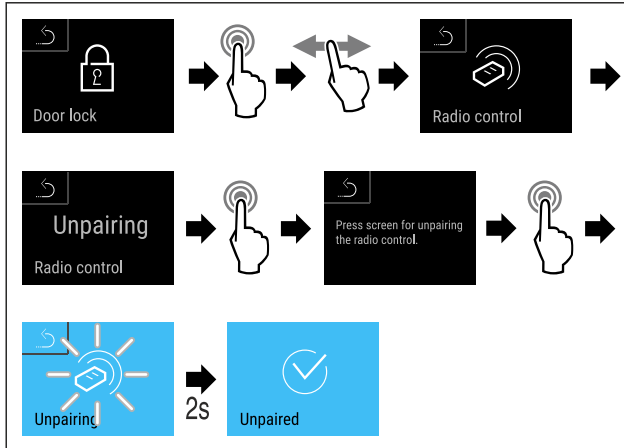

Fig. 102
- ▶ Stappen (zie Fig. 102) uitvoeren.